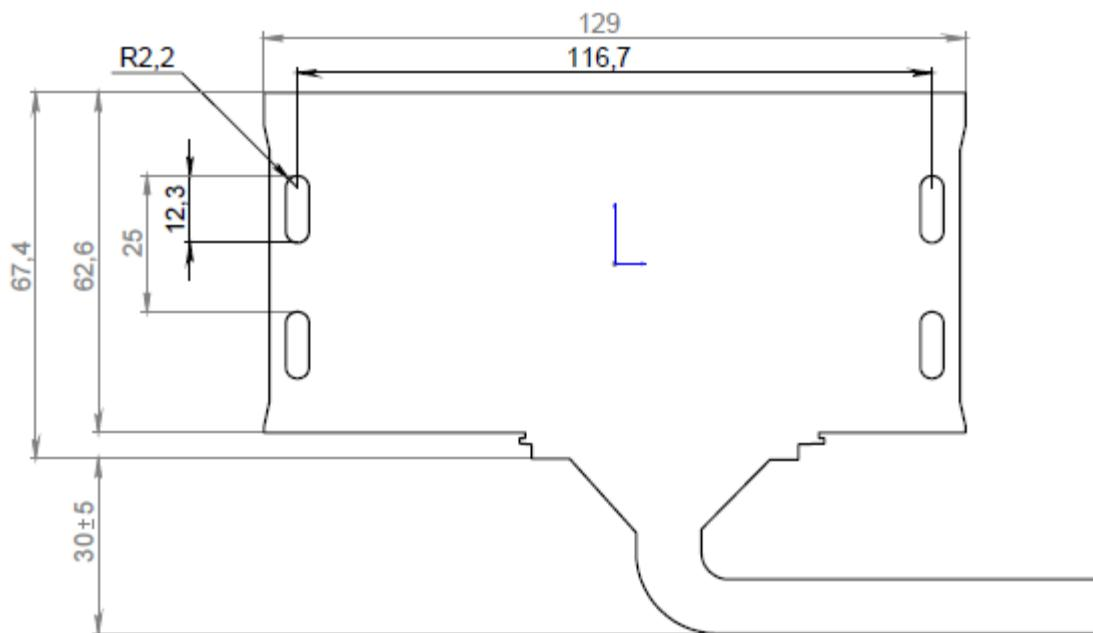

Рисунок 4.4 Установочные размеры терминала FORT-114M
1. Место установки терминала должно быть выбрано, исходя из его габаритных (129x63x32 мм) и установочных (см. рисунок 4.4) размеров, а также с учетом обеспечения требуемого пространства для удобного подключения разъемов.